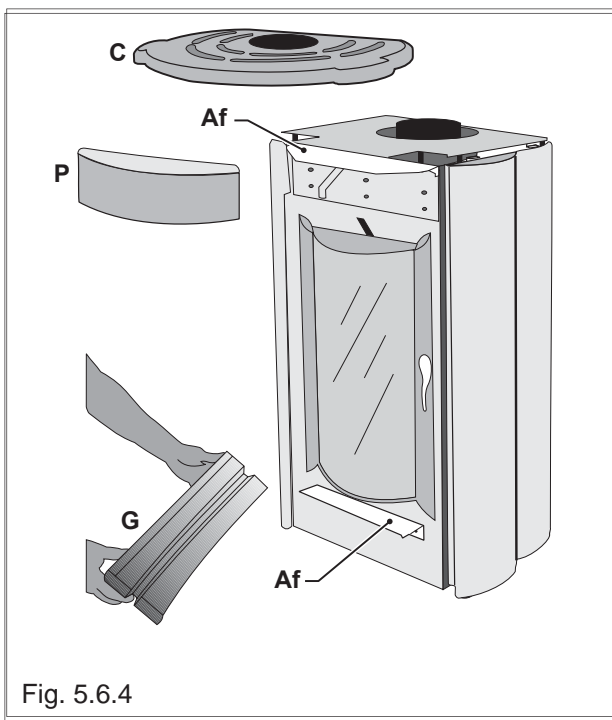

Fig. 5.6.4
- l'appuyer à la bride de support (Af) (Fig.5.6.4) de façon à ce que la partie pliée de celle-ci aille s'introduire dans la rainure intérieure de la partie avant.
- apoyarlo en el estribo de soporte (**Af**) (Fig.5.6.4) de modo que la parte doblada de este último encaje en la ranura anterior del frente.